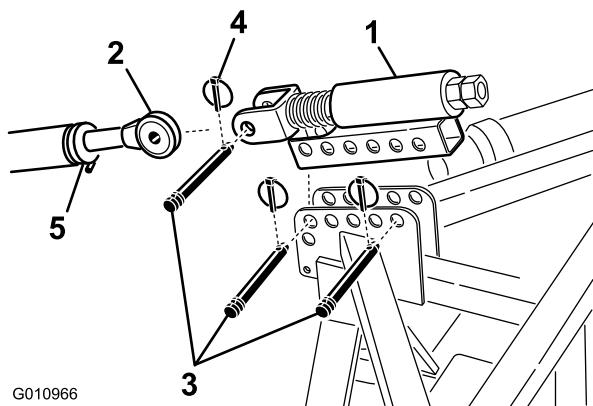

Figura 9
- Monte a articulação superior com mola no suporte do arejador com dois pinos de articulação e pinos de sujeição (Figura 9).
- Desaperte a porca de bloqueio na articulação superior do tractor. Ajuste a articulação superior até ficar alinhada com o contrapino na articulação superior com mola do arejador (Figura 9).
- Ligue a articulação superior do tractor ao contrapino na articulação superior com mola e fixe-a com um pino de articulação e um pino de sujeição (Figura 9).
- Rode a articulação superior até a mola ficar comprimida cerca de 13 mm (Figura 9).